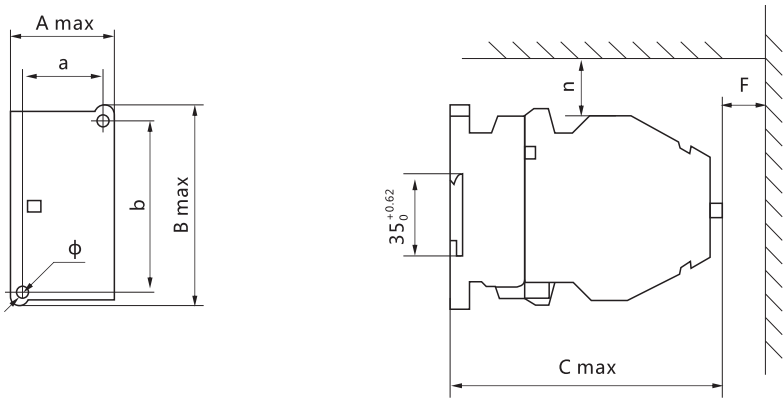

图1
5.1 CJ20-10～40外型尺寸及安装尺寸见图1、表4(CJ20-10～25也可以用35mm标准导轨安装)。